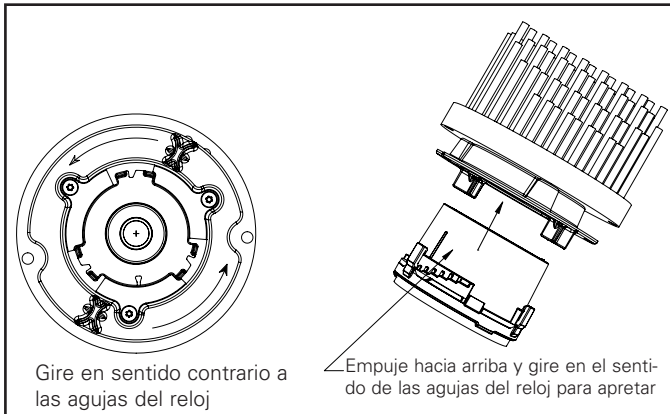

Figura 15A
3. Retire la óptica (consulte la Figura 15A).